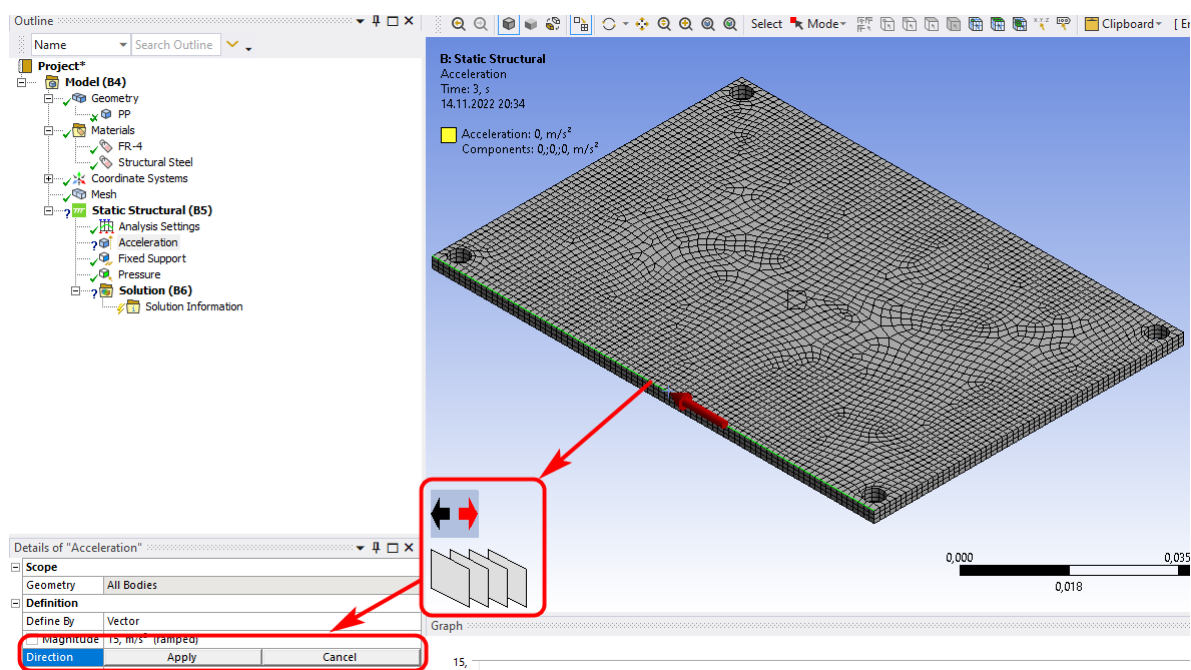

Рисунок 44 – Направление действия вектора
- вектором (Vector), в случае которого нужно задать модуль вектора (параметр Magnitude) и его направление (параметр Direction). Направление действия вектора определяется стрелками в левом нижнем углу графического окна (рисунок 44);